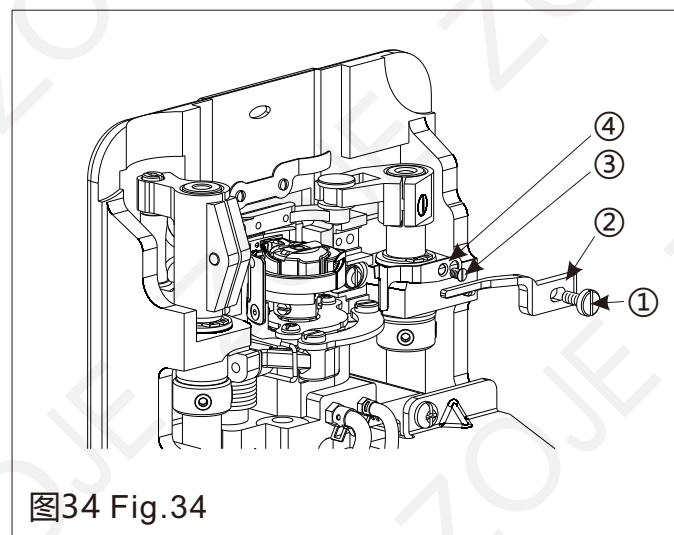
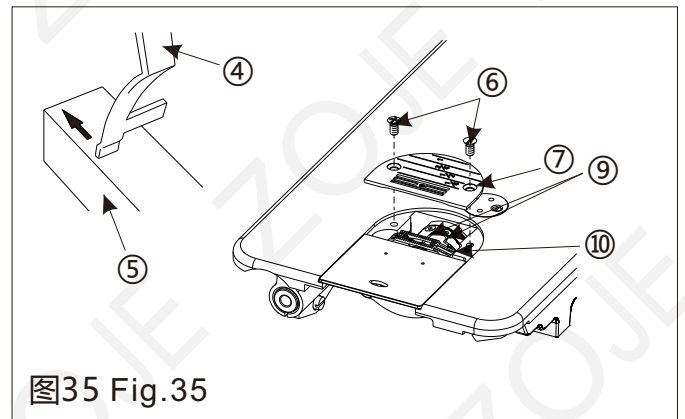
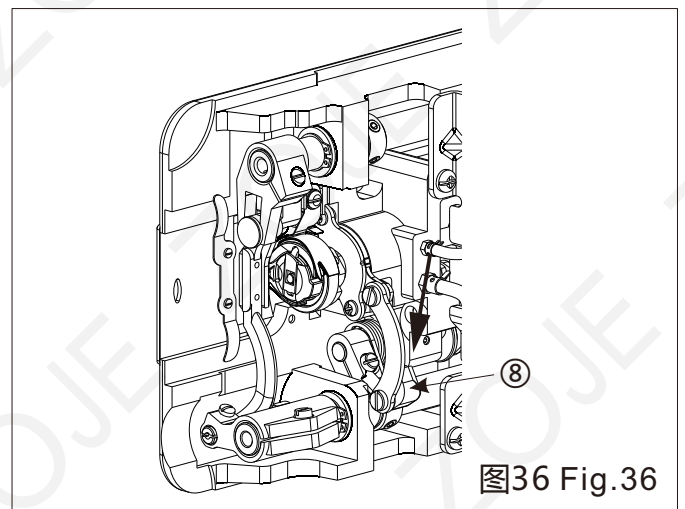

图34 Fig.34
图35 Fig.35
图36 Fig.36
30 定刀和动刀的更换 (图34、图35、图36) Replacing the fixed knife and movable knife(Fig. 34, Fig. 35, Fig. 36)
如果定刀的刃部受损或磨损，请将定刀④如图35所示在油磨石⑤上研磨定刀。